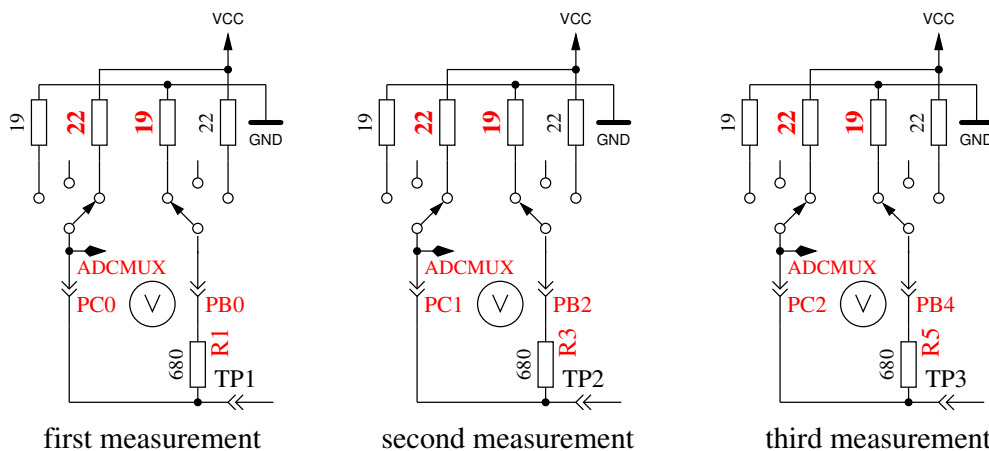

Abbildung 5.34: Messung des Innenwiderstandes des auf VCC geschalteten Port C Ausgängen.
8. **Messung des Innenwiderstandes von auf VCC geschalteten Port Ausgängen.** Der benötigte Strom wird von auf GND geschalteten  $680\Omega$  Widerständen geliefert. Der Text in der ersten LCD Zeile ist „Ri.Hi= (mV)“, wenn keine AUTO\_CAL Option gesetzt ist. Mit gesetzter AUTO\_CAL Option wird nur „Ri.Hi=“ ausgegeben. In der zweiten Zeile des LCDs werden drei Spannungswerte angezeigt als Differenz zu VCC. Es ist die gleiche Messung wie die in Test 7 zur anderen Seite, wie in Abbildung 5.34 gezeigt wird. Mit folgenden Schritten können Sie den Innenwiderstand selbst berechnen: Um den Strom zu berechnen:  $(5001 - (\text{Ergebnis von Test 7}) - (\text{Ergebnis von Test 8})) / 680$ . Sie können beide Widerstandswerte erhalten, indem Sie die jeweilige Spannung (Ergebnisse von Test 7 oder Test 8) durch diesen Strom dividieren. Wenn die AUTO\_CAL Option gewählt wurde und der vorige und dieser Test achtmal wiederholt wurden, wird der Mittelwert der Innenwiderstände der Ausgabe-Ports im EEprom festgehalten. Das Ergebnis für diesen Test wird dann in Zeile 1 in  $d\Omega$  angezeigt, der letzte Wert der Zeile 2 ist dann das Ergebnis für den vorigen Test (auf GND geschaltet). Diese Werte stehen dann für weitere Messungen zur Verfügung.